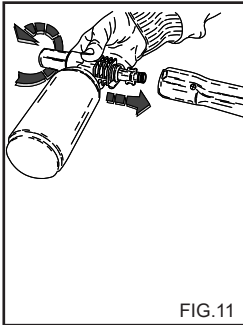

FIG.11
- 2) Die Verlängerung des Griffs entfernen und das Reinigungsmittelsprühsystem einsetzen (Fig. 11), den Hochdruckreiniger einschalten und die zu reinigende Fläche von unten nach oben einsprühen. Bei der Version mit Reinigungsmittelansaugung den Dosierhahn (Fig. 7B) öffnen und die Düse nach vorne ziehen. Einige Minuten einwirken lassen.